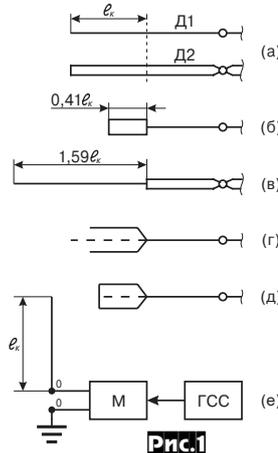

Рис.1
Разделительные трансформаторы T1 и T2 (**рис. 1**) могут быть любые разделительные звуковые, например, типовые трансформаторы TOT (TOT-13, TOT-28).
Попробуем разобраться, почему при чередовании толщины проводников «толстый центр - тонкие концы» (условно - «прямой скачок») резонансная длина диполя увеличивается, а при обратном чередовании (условно - «обратный скачок») - уменьшается. На **рис. 1а** показаны два диполя - «тонкий» проволочный D1 и «толстый» трубчатый D2.
Рассечем мысленно (пунктир) каждое плечо на две части - среднюю и концевую. Каждая концевая часть, если рассматривать её в отдельности, имеет свое входное реактивное сопротивление X_k . Эту величину можно рассчитать и даже измерить, если расположить концевую часть над «землей» (**рис. 1е**) и присоединить к т.т. о-о измерительный
$X_{k1}=-jZ_{0k1}/\operatorname{tg} 45^\circ=-j900/1=-j900$ Ом. Соответственно, для толстых концевых частей с $Z_{0k2}=300$ Ом получается $\operatorname{tg} \alpha' = Z_{0k2}/X_{k1}=0,33$ и $\alpha'=18,4^\circ$. Следовательно, в таком варианте для сохранения резонансной частоты диполя Д1 длина толстых концевых частей должна составлять всего $18,4^\circ/45^\circ=0,41$ длины тонких концевых частей (рис. 1б).
Аналогичный расчет показывает, что если к средней части диполя Д2 присоединить тонкие концевые части, для сохранения резонансной частоты следует увеличить их длины в 1,59 раза против исходного значения (рис. 1в).
Обратимся снова к проволочному диполю Д1 (рис. 1а). Заменяем однопроводные концевые части КЧ1 с входным сопротивлением X_{k1} на двухпроводные КЧ2 (рис. 1г, пунктир - исходная концевая часть) с таким же $X_{k2}=X_{k1}$. Каждый из проводов КЧ2 имеет свое входное сопротивление X_p , в точке соединения со средней частью диполя эти провода включены параллельно, поэтому $X_{k2}=0,5X_p$ и $X_p=2X_{k1}$. Отсюда следует, что длина КЧ2 будет меньше длины КЧ1, правда, не в два раза, а согласно формулам (1) и (2).
- концы проводов КЧ2 замкнуты перемычкой (рис. 1д). Для сохранения f_0 каждый провод КЧ должен быть укорочен примерно на половину длины перемычки;
- Диполь Д1 с рис. 1а имеет на резонансной частоте f_0 концевые части с входным сопротивлением $X_k=-j900$ Ом. Если между средней и концевыми частями включить индуктивности L с сопротивлением, допустим, $X_L=j500$ Ом, суммарное сопротивление нагрузки с каждой стороны средней части диполя теперь составит $X_c=j500+(-j900)=-j400$ Ом (вместо прежнего значения -j900 Ом) и резонансная частота такого диполя уменьшится. Чтобы вернуться к прежнему значению f_0 придется применить более короткие концевые части с $X_k=-j1400$ Ом, соответственно уменьшится длина диполя. Однако за это придется «заплатить» существенным уменьшением широкополосности. К примеру, на частоте на 1% большей резонансной частоты диполя в первом случае (без L) сопротивление X_k уменьшится также на 1% или на 9 Ом, а во втором случае суммарное изменение X_c составит уже 19 Ом ($j500-j1386=-j881$ Ом). Соответственно и входное сопротивление X_a диполя во втором случае достигнет большей величины.